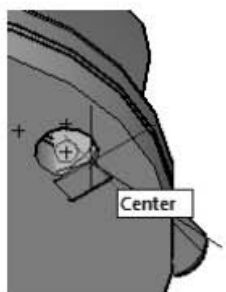

Рис. 12.13. Выбор первой точки на фланце
6. Укажите первую точку с привязкой Центр (Center) — центр окружности нижнего основания отверстия во фланце (рис. 12.13).